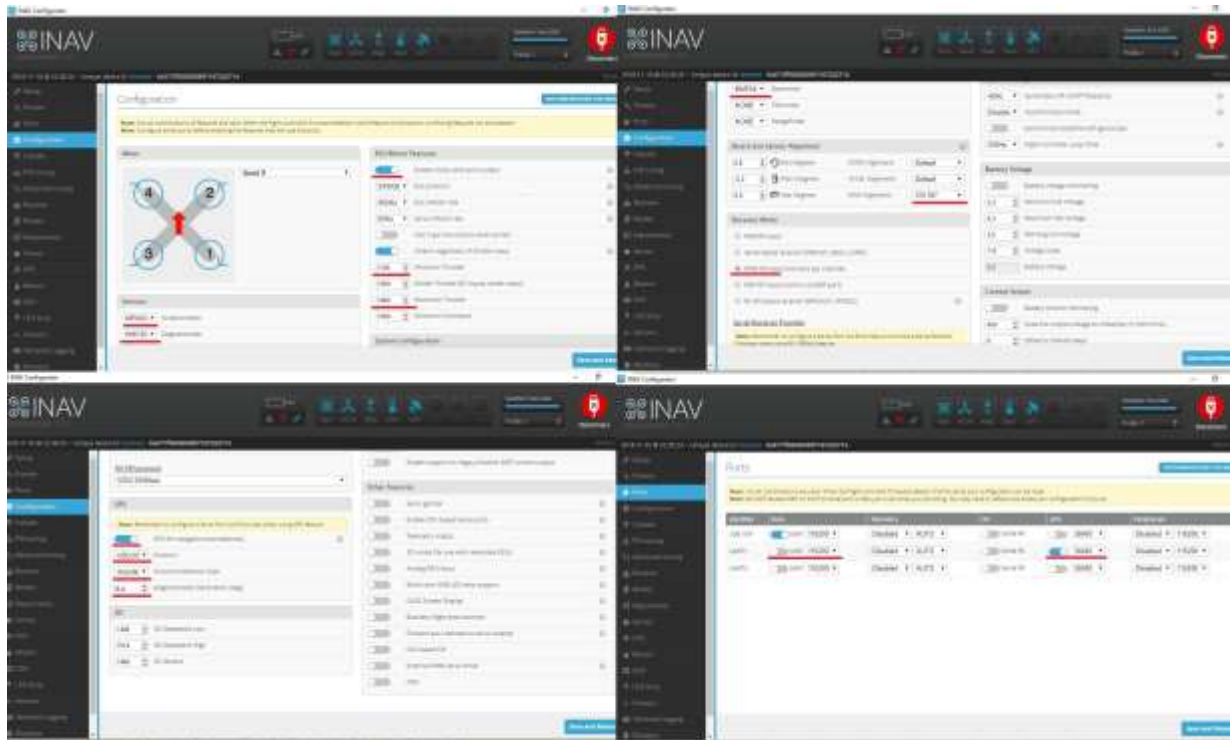

Рис. 6. Вкладки Configuration і Ports
1. Необхідно зайти у вкладки Ports і Configuration і звернути увагу на установку параметрів, підкреслених червоним. Контролер cc3d повинен бути повністю встановлений на квадрокоптері з підключеними моторами і зі знятими пропелерами. Батарея Ліпо повинна бути підключена, інакше напруги живлення на барометр, компас, приймач GPS надходити не буде (рис. 6)